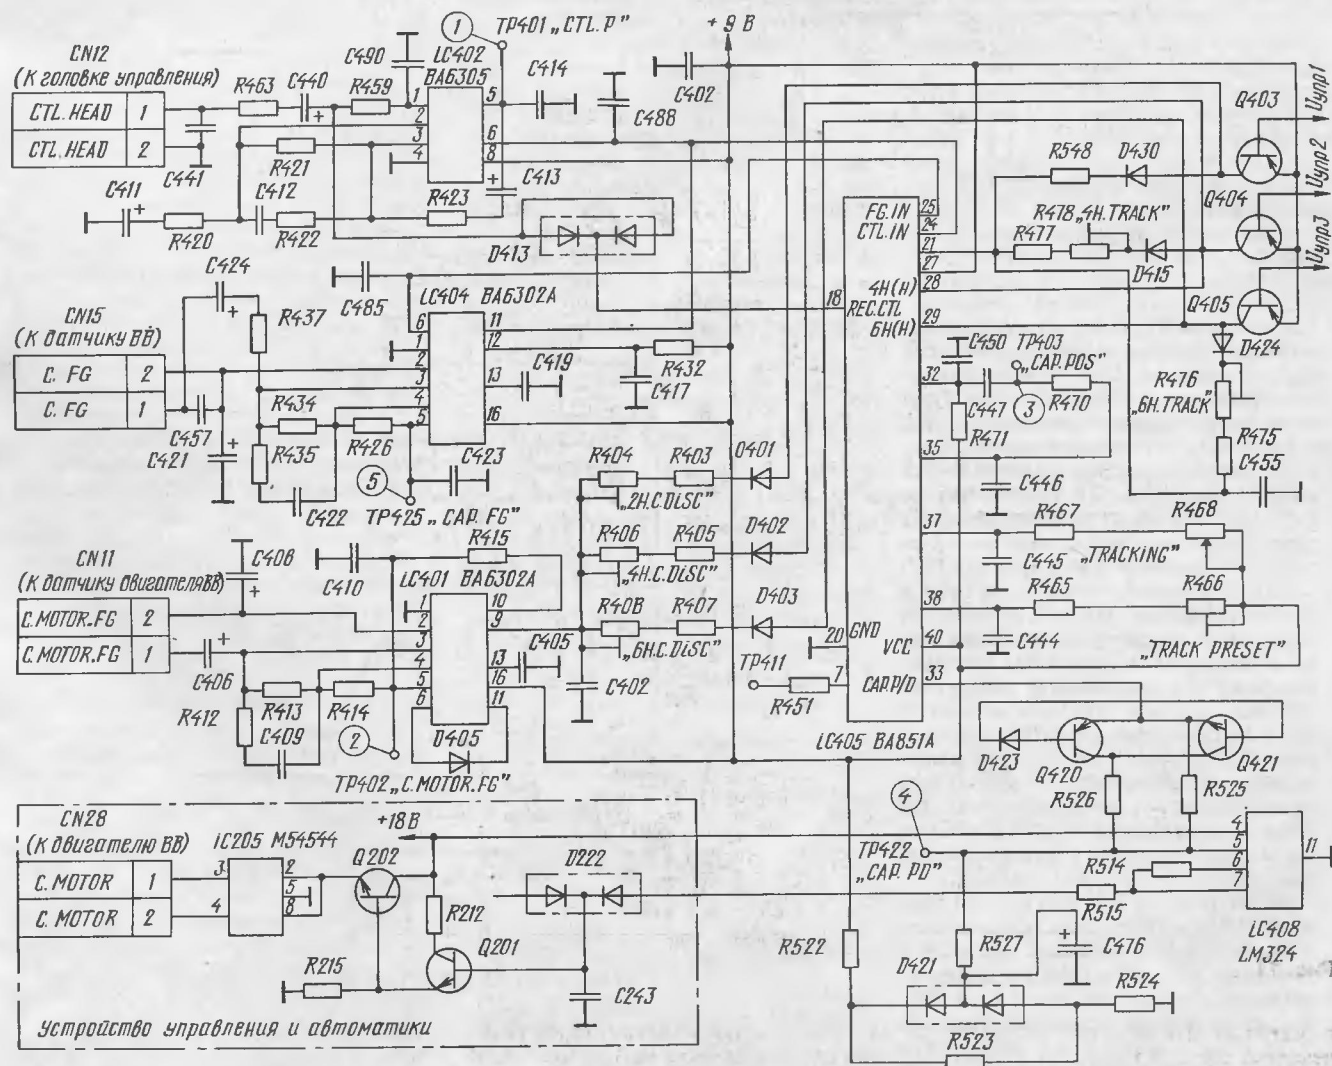

Рис. 1
Описание преобразователей числа строк — тема следующей статьи, поэтому остановимся на способах регулировки CAP BB в режиме воспроизведения (см. рис.1). Заменяв резистор R403 (33 кОм) на резистор сопротивлением 51 кОм ( $0,125 \text{ Вт}$ ), устанавливают подстроечным резистором R404 «2H.C.DISC» постоянное напряжение  $4,5...4,6 \text{ В}$  в контрольной точке TP422 «CAP.PD». Измерения проводят в режиме воспроизведения записи ПАЛ/СЕКАМ высокоомным ( $R_{\text{вх}} \geq 10 \text{ МОм}$ ) вольтметром или осциллографом с пробником. Заменяв резистор R405 (82 кОм) на резистор сопротивлением  $120 \text{ кОм}$  ( $0,125 \text{ Вт}$ ), добиваются подстроечным резистором R406 «4H.C.DISC» того же напряжения в точке TP422 при воспроизведении записи ПАЛ/СЕКАМ в двойном режиме (LP). Остальные элементы CAP BB и CAP BBГ регулируют после установки преобразователя частоты строк. На этом этапе видеомagneитофон превращается в двухскоростной черно-белый видеоплеер стандарта 625/50.
Для подключения дисководов к контроллеру служит разъем X2. Нумерация его контактов на схеме контроллера (рис. 1) соответствует разъему типа CNP34C-30.
Накопители MC5305, MC5311, MC5313, а также большинство накопителей зарубежного производства (в их числе и болгарские — EC5323, EC5323.01) имеют стандартные интерфейсные разъемы. Для подключения их к контроллеру можно использовать 34-проводной ленточный кабель и 34-контактные разъемы типа ОНП-НГ-79-34-Р (ОНП-НГ-79-Р). Контакты, имеющие четные номера, следует соединять с сигнальными цепями, нечетные — с общим проводом. Некоторые НГМД, например EC5321 (40 дорожек, 2 стороны), имеют нестандартные разъемы и не формируют сигнал готовности, однако обычно сигналы их интерфейсов совпадают со стандартными. В табл. 2 представлены названия сигналов интерфейсов дисководов, их обозначения на схеме контроллера (см. X2 на рис. 1), номера контактов разъема X2 контроллера и интерфейсных разъемов наиболее известных дисководов.